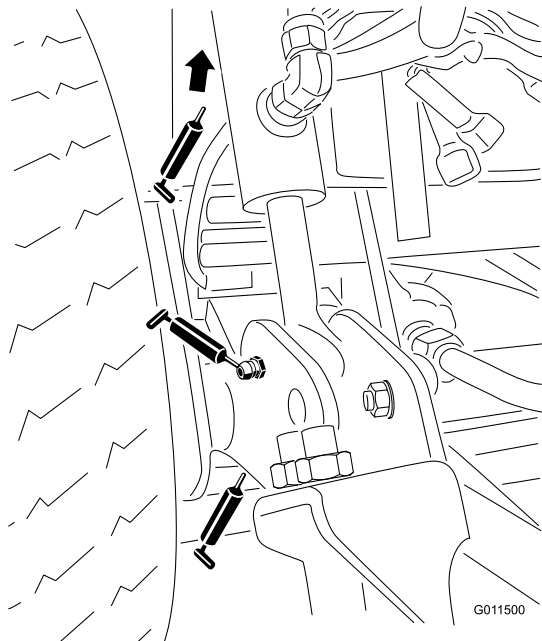

Figura 46
- Boccole (2) del braccio di sollevamento (Figura 46).
- Boccole (4) del cilindro di sollevamento (Figura 46)